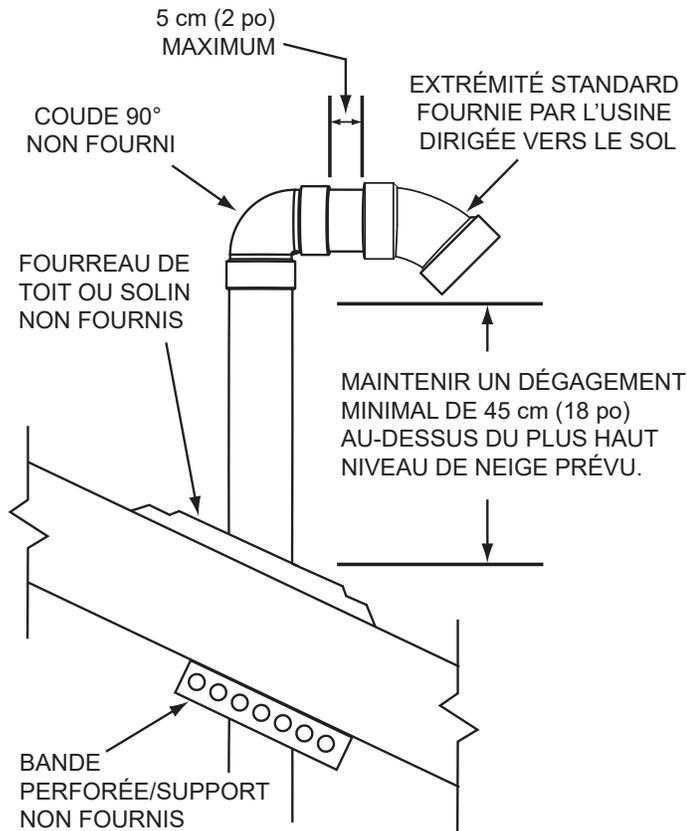
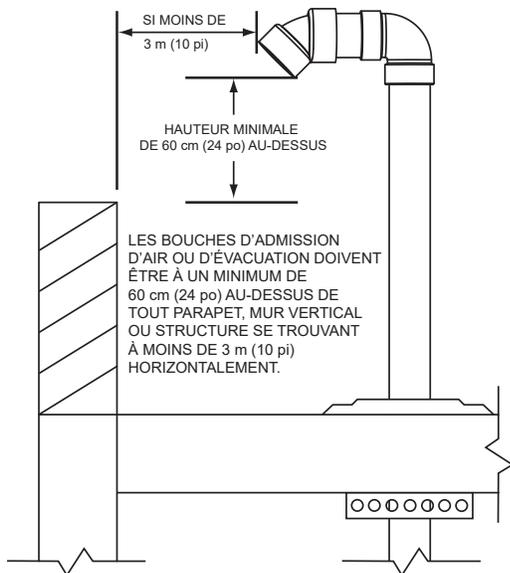
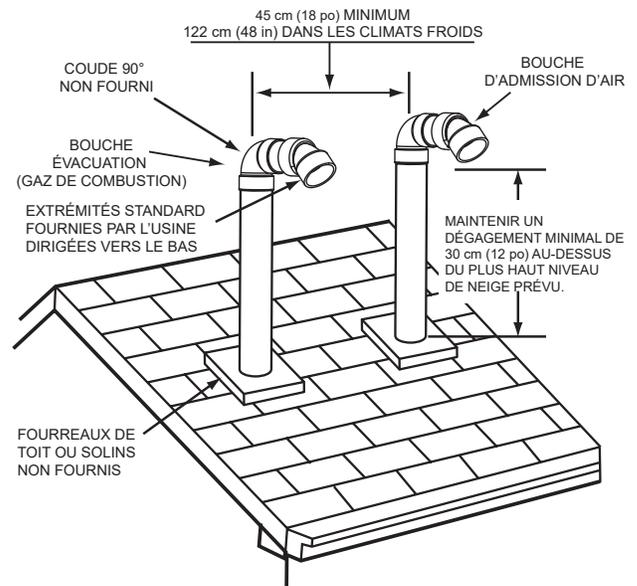

Figure 25. Installation à extrémité(s) verticale(s) : Admission d'air et/ou évacuation (gaz de combustion)
Figure 26. Dégageur sur toit plat des extrémités verticales - Admission d'air et/ou évacuation (gaz de combustion)
Figure 27. Extrémité verticale - Évacuation directe : Extrémités standard
2. Pour installer uniquement la tuyauterie d'évacuation (gaz de combustion) dans une configuration à dispositif d'évacuation mécanique vertical à travers le toit, s'assurer que tous les dégagements verticaux extérieurs prescrits, illustrés à la **Figure 25** (page 36) et la **Figure 26** (page 36), sont bien respectés. Ces dégagements et ceux cités par les codes locaux et nationaux doivent être maintenus.
**Remarque :** Pour les installations sur toits-terrasses, la bouche d'évacuation doit être d'un minimum de 60 cm (24 po) au-dessus de tout parapet, toute paroi verticale ou toute structure se trouvant à moins de 3 m (10 pi) horizontalement. Voir **Figure 26**.
3. Pour installer la tuyauterie d'admission d'air et d'évacuation dans une configuration à évacuation directe verticale à travers le toit, s'assurer que tous les dégagements verticaux extérieurs prescrits, illustrés à la **Figure 25** (page 36) et la **Figure 26** (page 36), sont bien respectés. Ces dégagements et ceux cités par les codes locaux et nationaux doivent être maintenus.
**Remarque :** Pour les installations sur toits-terrasses, les bouches d'évacuation et d'admission d'air doivent être d'un minimum de 60 cm (24 po) au-dessus de tout parapet, toute paroi verticale ou toute structure à moins de 3 m (10 pi) horizontalement. Voir **Figure 26** (page 36).
- La bouche d'évacuation doit être orientée vers le bas, comme illustré à la **Figure 25** et la **Figure 26** (page 36).
- Le bord inférieur de la bouche d'évacuation doit être d'un minimum de 30 cm (12 po), 45 cm (18 po) au Canada, au-dessus du niveau moyen ou attendu de la neige, comme illustré à la **Figure 25** (page 36).
- Les tuyaux d'admission d'air et d'évacuation doivent pénétrer le même côté du toit, comme illustré à la **Figure 27** (page 36).
- Les bouches d'admission d'air et d'évacuation doivent être orientées vers le bas et dans le même sens, comme illustré à la **Figure 27** (page 36).
- Les bouches d'admission d'air et d'évacuation doivent avoir une séparation minimale de 61 cm (24 po) mesurée entre leurs axes médians, comme illustré à la **Figure 27** (page 36). Dans les climats plus froids, cette séparation doit être augmentée jusqu'à au moins 122 cm (48 po).
- Le bord inférieur des bouches d'admission d'air et d'évacuation doit être d'un minimum de 30 cm (12 po), 45 cm (18 po) au Canada, au-dessus du niveau moyen ou attendu de la neige, comme illustré à la **Figure 25** et la **Figure 27** (page 36).
- La distance entre les bouches d'évacuation et d'admission d'air les plus proches doit être d'un minimum de 61 cm (24 po), comme illustré à la **Figure 27** (page 36). Dans les climats plus froids, cette séparation doit être augmentée jusqu'à au moins 122 cm (48 po).
8. Suspendre le ou les tuyaux par le centre du trou à l'aide d'un cerclage en métal (non fourni) ou de matériaux de support équivalents (non fournis), comme à la **Figure 25** (page 36).
9. Enfiler un fourreau de toit ou un solin équivalent sur le tuyau et sécuriser le fourreau ou le solin équivalent au toit et sceller autour du solin, comme illustré à la **Figure 25**, la **Figure 26** (page 36) et la **Figure 27** (page 36).
10. Poser la ou les bouches d'admission d'air et/ou d'évacuation fournies par le fabricant à l'aide de tuyau (non fourni) et d'un coude à 90° (non fourni), comme illustré à la **Figure 25** (page 36). La section courte du tuyau qui raccorde le coude à 90° (non fourni) et la bouche fournie par l'usine ne doit pas être de longueur excessive. La portion visible de ce tuyau sera inférieure à 5 cm (2 po).